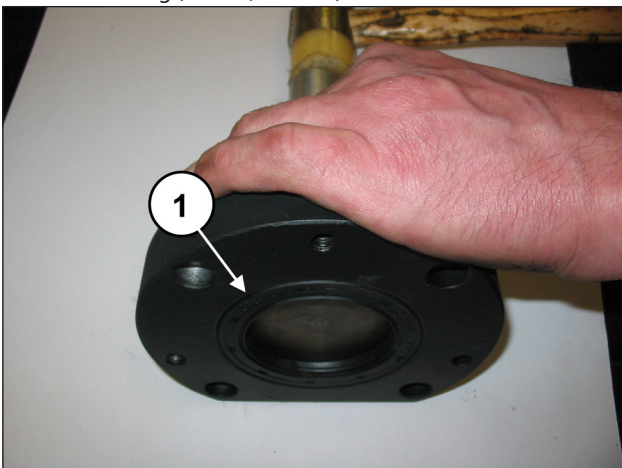
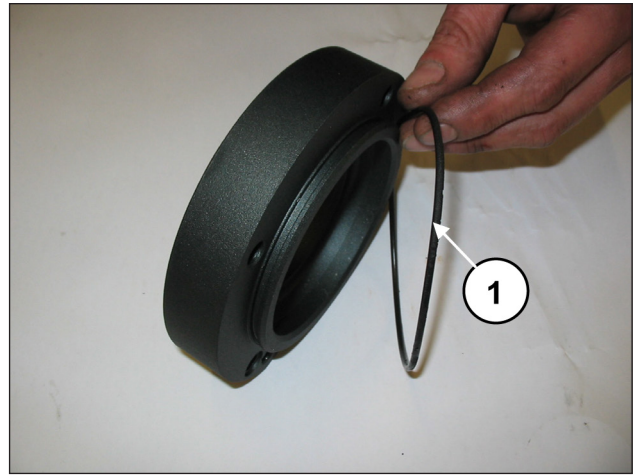
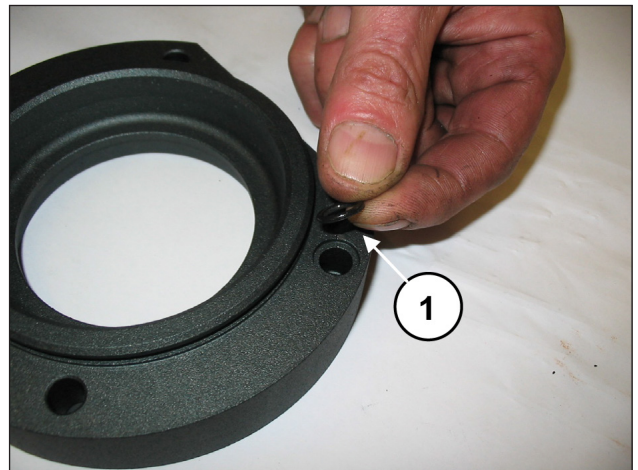

Abb. 29
Abb. 30
Abb. 31
Entfernen Sie den radialen Dichtring (Pos. ①, Abb. 29), den äußeren O-Ring (Pos. ①, Abb. 30) und den O-Ring der Schmierbohrung (Pos. ①, Abb. 31).